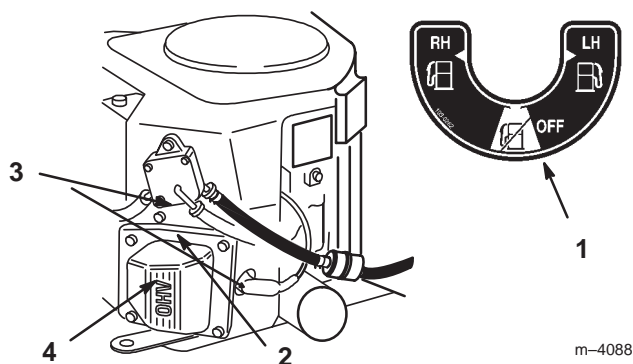

Figure 37
5. Posez un filtre neuf et rapprochez les colliers de fixation du filtre (Fig. 37).
2. Fermez le robinet d'arrivée de carburant (Fig. 37).
3. Desserrez le collier de serrage au niveau du filtre à carburant et repoussez-le le long de la conduite d'alimentation pour l'éloigner du filtre (Fig. 37).
4. Débranchez la conduite d'alimentation du filtre (Fig. 37).
5. Ouvrez le robinet d'arrivée de carburant des réservoirs gauche et droit, et laissez le carburant s'écouler dans un bidon ou un bac de vidange (Fig. 37).
- Raccordez la conduite d'alimentation au filtre. Rapprochez le collier de serrage du filtre pour fixer la conduite d'alimentation (Fig. 37).